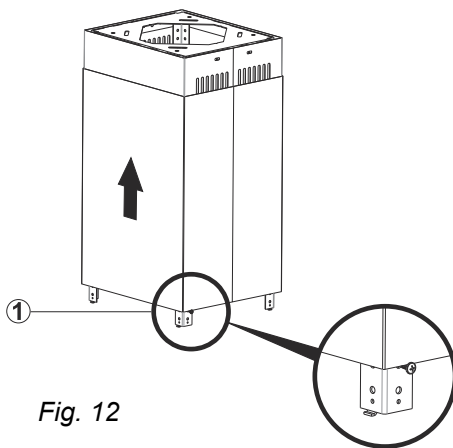

Fig. 12
1. ➤ Trä nu skorstenen över stängerna (Fig. 12).
2. ➤ Skruva i en 3,5x9,5 skruv (1) halvvägs in på sidan av en av stängerna. Du kan nu låta skorstenen vila på skruven för att montera dem senare (Fig. 12).